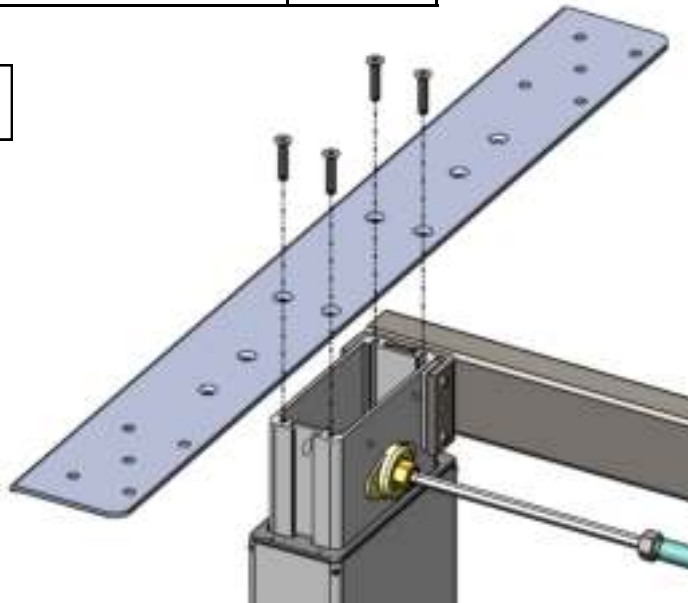

Abbildung 11 & 12
- Positionieren Sie den Plattenträger wie auf Abbildung 11 zu sehen in Relation zu der Traverse.